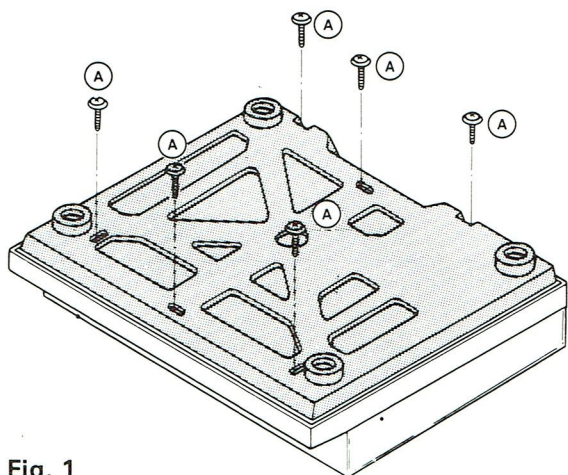

Fig. 1
1. Démontage de la plaque de fond (Fig. 1)
- Défaire les 6 vis (A), retirer la plaque de fond